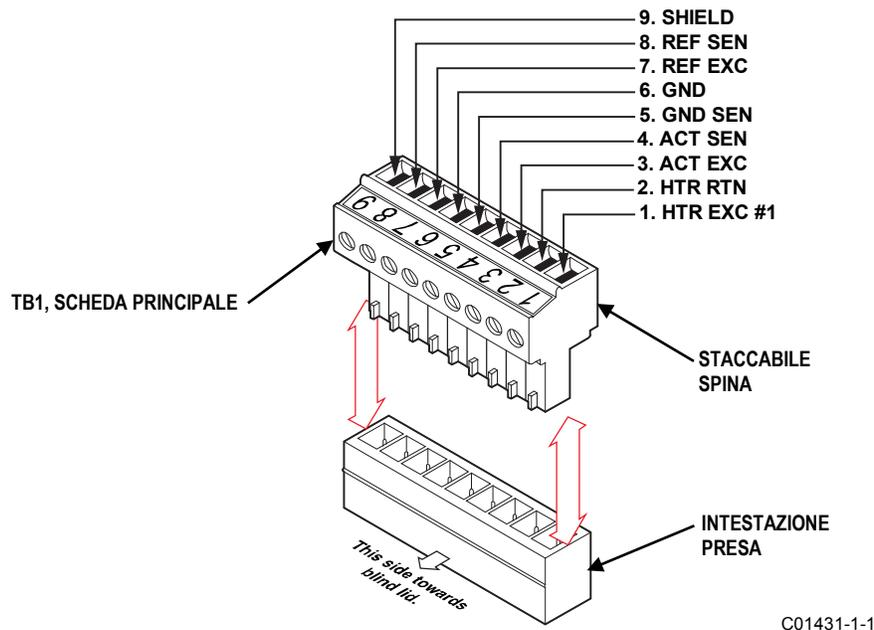

Figura 21 – Collegamenti dell'elemento di flusso, TB1
Facendo riferimento a Figura 16 collegare i fili del sensore dell'elemento di flusso ST80/ST80L al connettore staccabile **TB1** a 9 posizioni sulla scheda principale. Vedere Figura 21 di seguito. La spina del connettore accetta cavi da 28-16 AWG (0,14 mm²- 1,5 mm²) (fare riferimento a Tabella 2, pagina 20 per informazioni sulla dimensione del filo e sulla lunghezza). Collegare la schermatura del cavo dell'elemento di flusso al terminale GND della spina del connettore (terminale #9). Lasciare flottante l'altra estremità della schermatura (nessun collegamento alla cabina dell'elemento di flusso). Collegare il sensore dell'elemento di flusso alla presa come segue:
3. Spellare le estremità dei cavi (0,27 pollici [7 mm]) e inserirle nei terminali a spina appropriati come mostrato in Figura 21 di seguito. Assicurarsi di serrare saldamente ciascuna vite del terminale (coppia massima: 2,2 inch-lbs [0,25 N-m]).